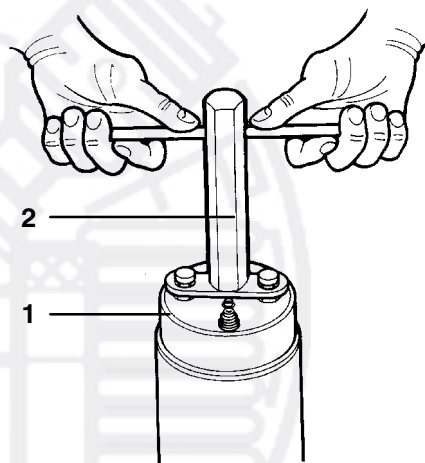

Рис. 45 Отвинчивание головки фильтра
- Отверните верхнее резьбовое соединение (1, Рис. 45) при помощи входящего в объем поставки специального ключа (2).